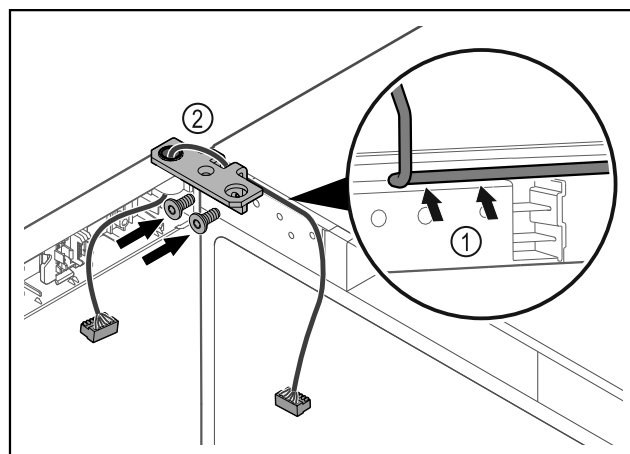

Fig. 57
- Περάστε το καλώδιο μέσα από το άνοιγμα της γωνίας μεντεσέ και τοποθετήστε το προσεκτικά Fig. 57 (1).
- Βιδώστε τη γωνία μεντεσέ Fig. 57 (2).